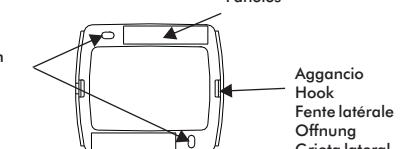

Fig. 2
Aplicar sobre el reverso del soporte los 2 biadhesivos a dotación, en correspondencia de los 2 paneles (Fig. 2), remover la película de protección y fijar el radiocomando.
- 1) remover la tapadera continente la ficha electrónica haciendo empleo de un destornillador y haciendo palanca dentro de la grieta lateral (Fig. 2).